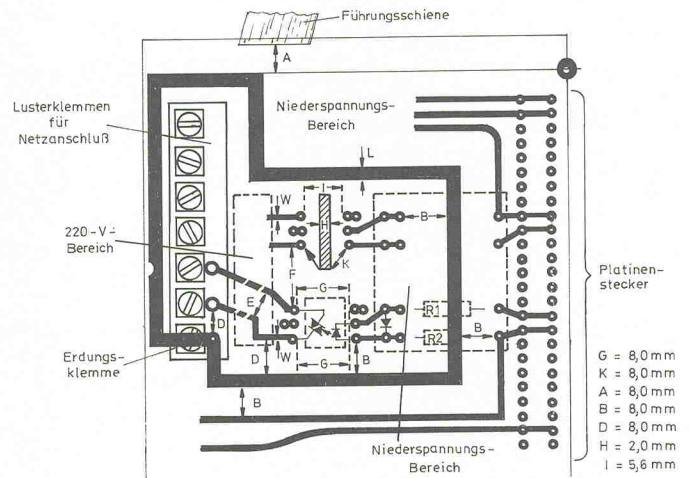

Bild 8. Die Lage der Erdungsschleife, wenn Netzleitungen und Niederspannungsleitungen getrennt über Lüsterklemmen und Platinenstecker angeschlossen werden.
Auch in diesem Fall ist eine gesonderte Erdungsschleife auf der Platine vorzusehen. Ein Beispiel, wie dies geschehen kann, zeigt Bild 8. Die Erdungsschleife wird nun direkt mit dem Erde-Kontakt der mehrpoligen Lüsterklemme verbunden. Man beachte auch den minimalen Abstand von 0,8 mm (A) zwischen der Erdungsschleife auf der Platine und eventuellen Metallteilen der Platinenföhrung.